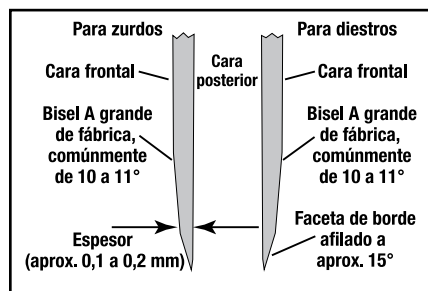
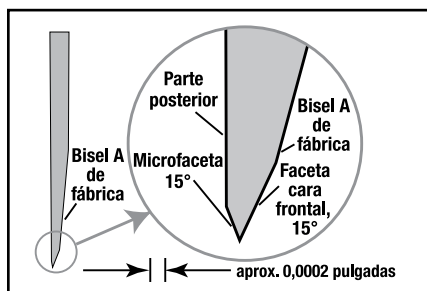

Figura 10. Sección transversal de una hoja asiática tradicional de una sola cara; es más delgada y afilada por una de las caras.
Figura 11. Sección transversal de un cuchillo asiático típico tradicional de serie, aumentado a 50x (para diestros).
Los cuchillos japoneses tradicionales, como las hojas para preparar sashimi, tienen una sola cara y un gran bisel de fábrica (Bisel A, Figura 10) en la única cara de la hoja. Existe un gran número de fabricantes de cuchillos de este tipo utilizados principalmente para preparar sashimi. El bisel de fábrica (Bisel A) suele rectificarse en torno a los 10 grados, pero existen excepciones,
ya que dicho ángulo no está estandarizado en las fábricas. El diseño de los cuchillos japoneses tradicionales y la estructura concreta de los filos de corte varían enormemente entre los distintos fabricantes, sin embargo, existen algunas similitudes. El filo de corte consta de una pequeña faceta primaria en la cara frontal de la hoja, debajo del gran bisel de fábrica, e incluye una microfaceta secundaria mucho más pequeña a lo largo de la cara posterior. Normalmente, la microfaceta de la cara posterior (Figura 11) solo puede verse fácilmente con una lupa. La cara posterior es una superficie plana bruñida de serie, o más a menudo, ligeramente vaciada con muela para garantizar que en dicho punto pueda formarse una microfaceta eficaz como parte del filo de corte. Debido a la falta de estandarización, por lo general, se utiliza el estilo manual para afilar estos cuchillos, pero se ha comprobado que es difícil, resulta laborioso y requiere mucho tiempo. Chef'sChoice® El afilador Modelo 700 está diseñado para afilar prácticamente todas las hojas asiáticas tradicionales de una sola cara y lograr una calidad de afilado de fábrica. Antes de empezar a afilar una hoja japonesa tradicional, examine el cuchillo detenidamente para confirmar que se trata de una hoja tradicional de bisel único y para determinar si es un cuchillo para diestros o zurdos, tal y como se describe en la Figura 10. Es fundamental que siga atentamente el procedimiento de afilado y el orden del mismo tal y como se describe a continuación para conseguir el máximo nivel de afilado de la hoja tradicional.
En este ejemplo, donde se asume que su hoja tradicional es para diestros, debe afilar el cuchillo solo en la ranura izquierda de la Fase 1 **Acero**. El número de pasadas que deberá realizar depende del ángulo de fábrica del Bisel A (Figura 10 y 11) y de cómo de desafilada esté la hoja. Realice entre cinco (5) y diez (10) pasadas (1-2 segundos por pulgada) solamente en la ranura izquierda de la Fase 1 y, a continuación, compruebe si hay rebaba a lo largo de toda la cara posterior del filo de la hoja. (La rebaba producida en la Fase 1 será pequeña, pero puede notarse, tal y como se muestra en la Figura 9). Asegúrese de que haya rebaba a lo largo de toda la